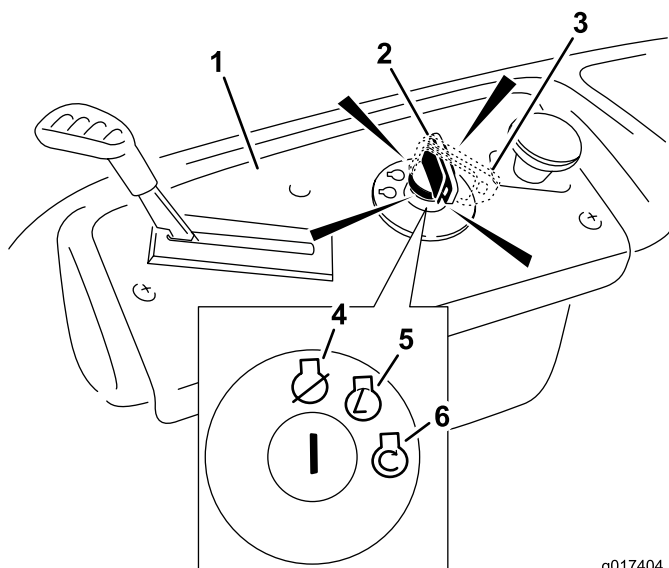

Figura 13
4. Gire la llave de contacto a Arranque para activar el motor de arranque. Cuando el motor arranque, suelte la llave (Figura 13).
2. Mueva la palanca del acelerador a la posición de Rápido (Figura 13).